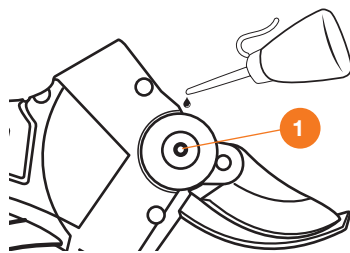

Рис. 5
Капните несколько капель масла в специальное отверстие ① (Рис. 5).